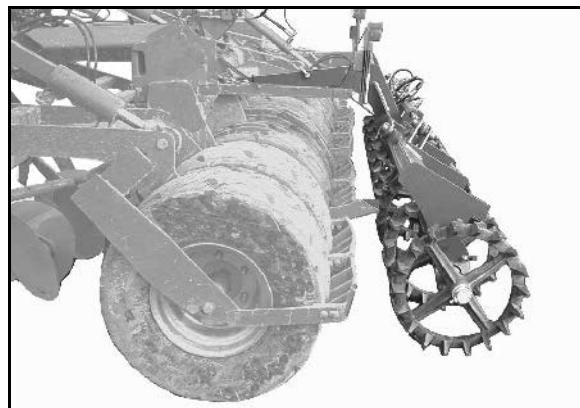

Fig. 41
- støberingsvalser (Fig. 41) eller